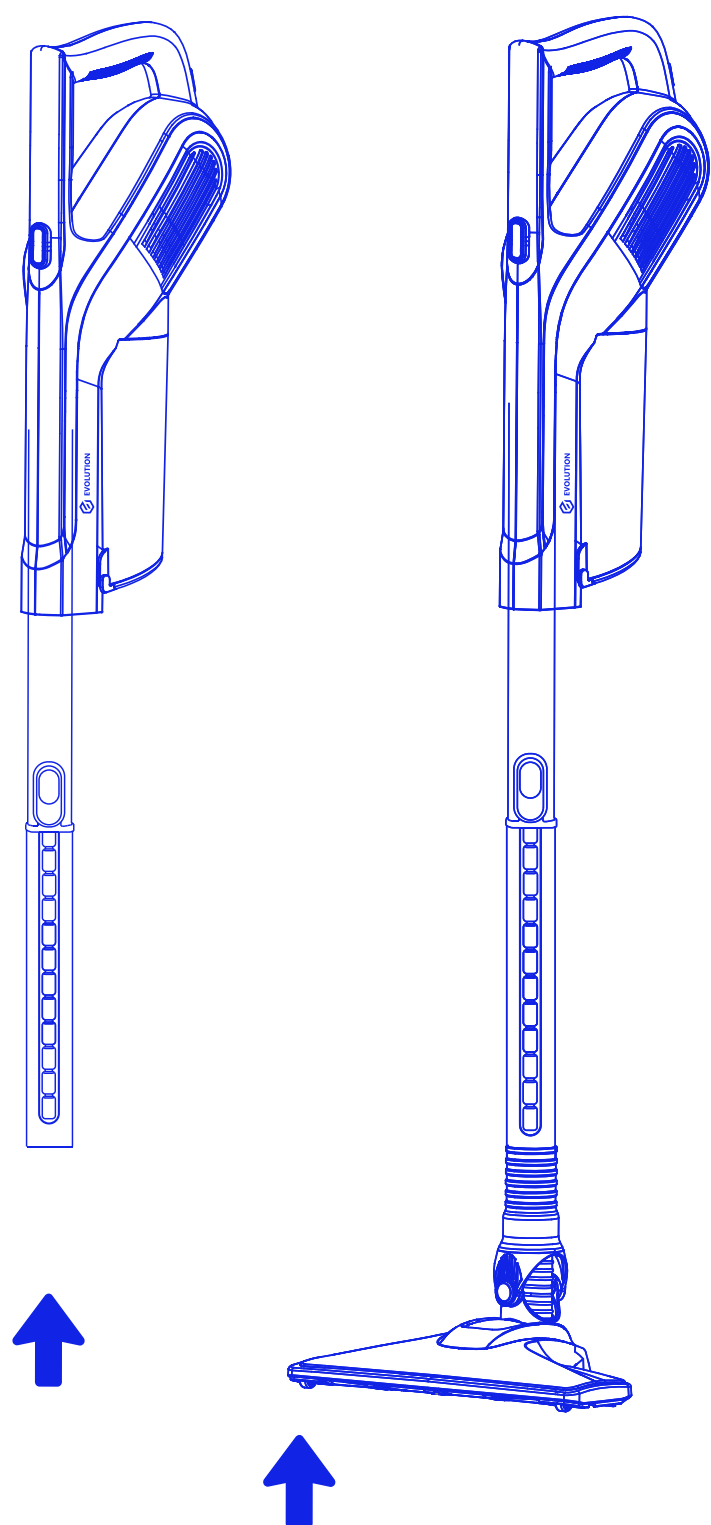

Рис. 1
- Установите удлинительную трубку и щетку для пола на основной корпус пылесоса. (Рис.1).